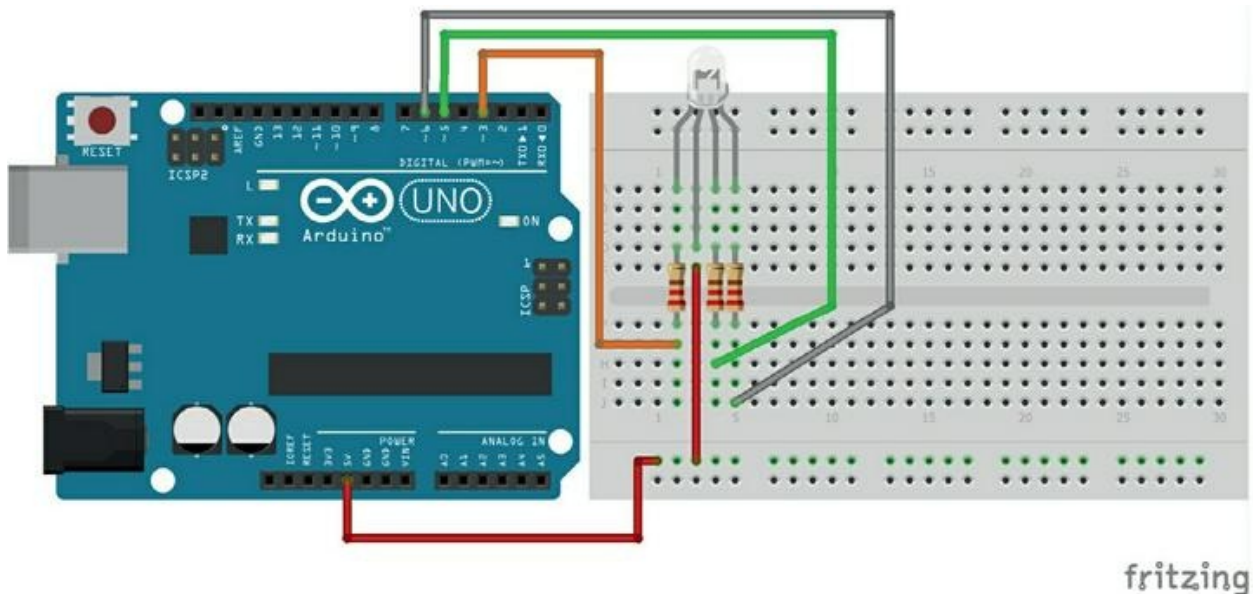

Figure 10.5 : Schéma de montage à anode commune.
1. Implante la diode LED dans quatre demi-rangées de ta plaque d'essai (Figure 10.5).